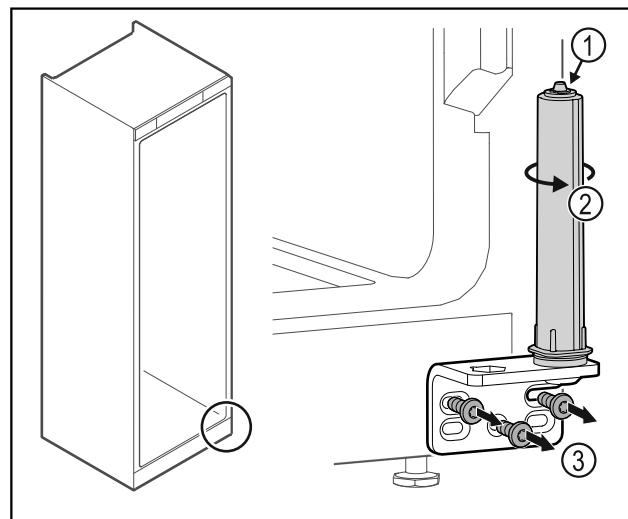

Fig. 35
- ▶ Не розбирати систему закриття дверей Fig. 35 (1).
- ▶ Поверніть систему закриття Fig. 35 (2) до клацання.
- ▶ Відкрутити шарнірний кутик Fig. 35 (3).